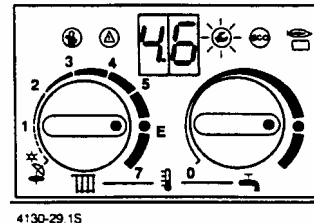

Рис. 39
- После отпущения сервисной кнопки светится в течении 5 сек. “4.6”, после чего “00.”, или “01.” и горит кнопка (рис. 39).